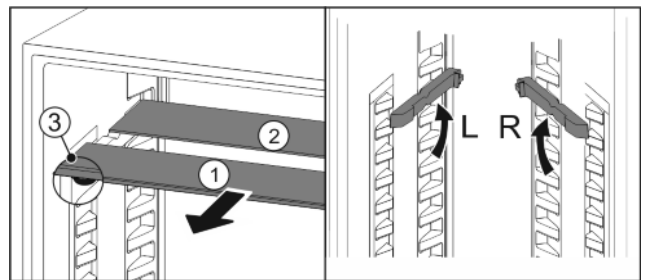

Fig. 20
- ▶ Glasplatten einzeln nach vorne herausziehen Fig. 20 (1).
- ▷ Glasplatte Fig. 20 (1) mit den Auszugsstopps liegt vorne.
- ▷ Stopps zeigen nach unten Fig. 20 (3).